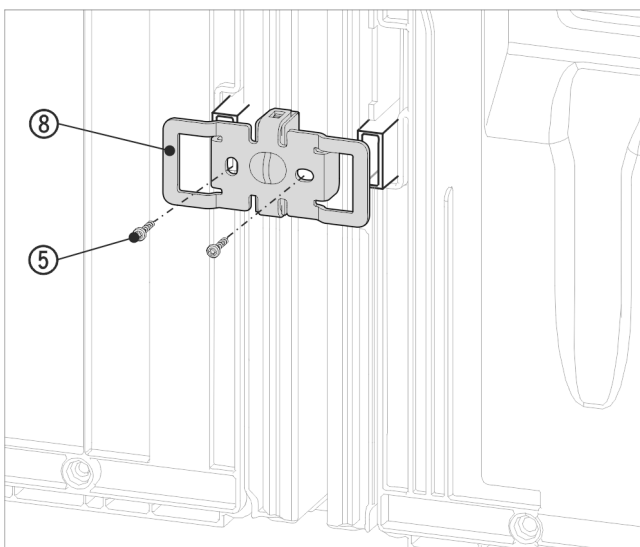

Fig. 18 Eksempelfremstilling
- ▶ Skyv vinkelen Fig. 18 (8) på nytt med utsparingene over holderen for veggavstandsholderen.
- ▶ Skru den godt fast med 2 skruer Fig. 18 (5).